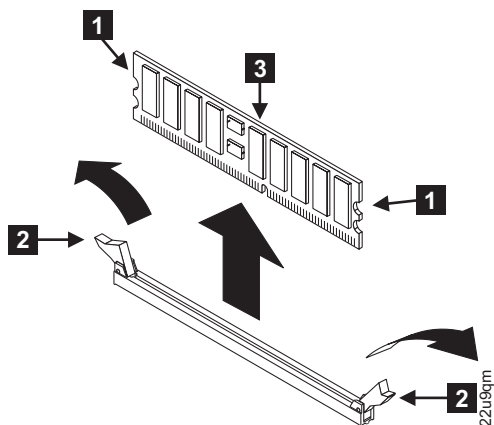

Figura 77. Removendo os módulos de memória
6. Abra os cliques **2** pressionando-os para fora, conforme mostrado em Figura 77 na página 95. Esta ação retira totalmente o módulo de memória **3** do conector.